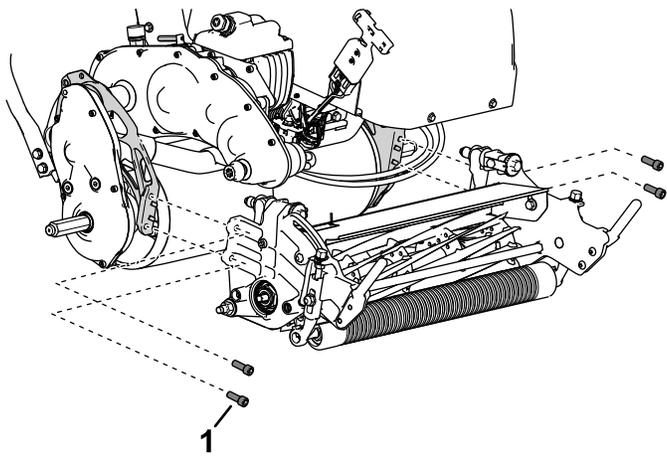

Figura 35
4. Retire los tornillos allen que sujetan la unidad de corte al bastidor (Figura 35).